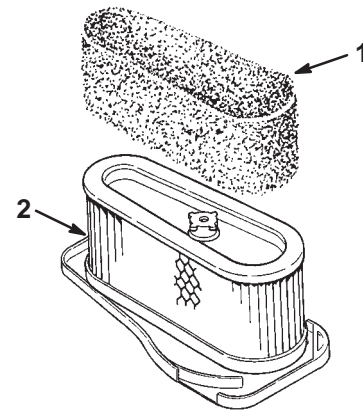

Bild 34
4. Schieben Sie den Schaumstoffeinsatz vorsichtig vom Papiereinsatz herunter (Bild 34).
1. Schieben Sie das Schaumelement vorsichtig auf den Papiereinsatz (Bild 34).